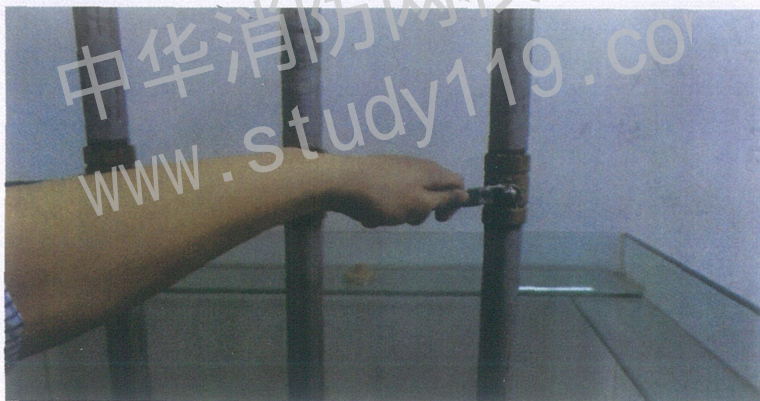

图10-28 关闭末端试水阀门
(5) 测试完成后，关闭末端试水装置，系统恢复正常，见图10-28。